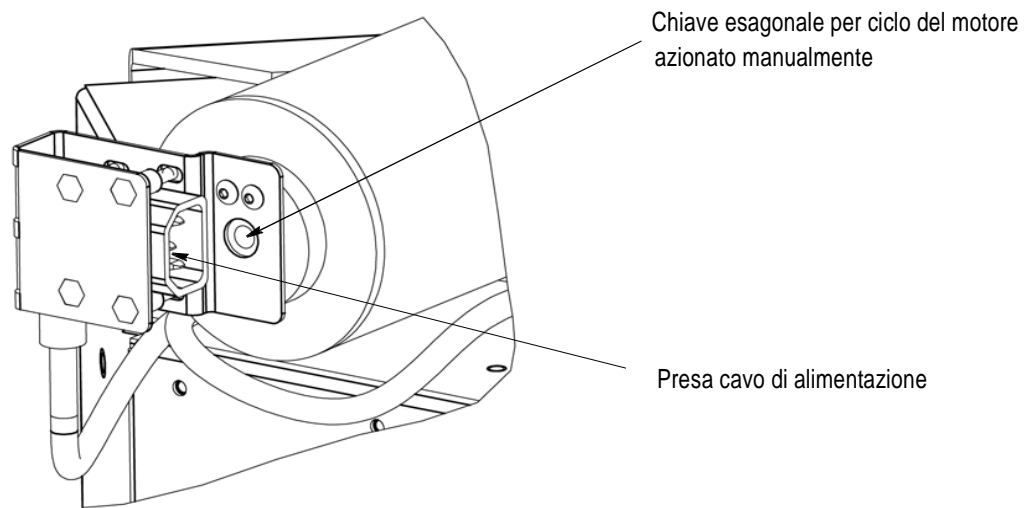

Figura 3
1. **Il gruppo motore** include un motore in CC che aziona un albero a gomito. Vedi Figura 3 e 4. Il motore è attivato ad ogni ciclo e realizza una rotazione completa dell'albero a gomito. Nella parte terminale del motore è collocata una copertura che protegge l'accesso ad una chiave esagonale che consente di compiere manualmente un ciclo del motore.